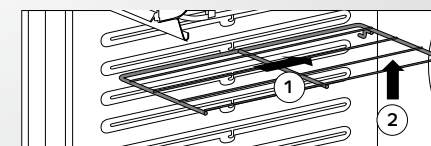

figura 1
Empurre-a até o fundo da cavidade (1), levante a parte de trás da prateleira (2) até que a trava fique entre os níveis, puxe-a para frente retirando-a do Forno. (Figura 1)